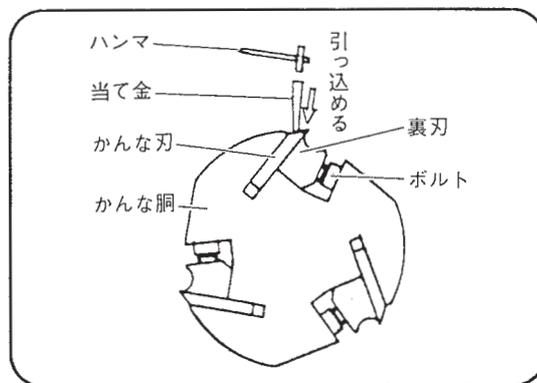

図 29
(4) かな刃締付け用の 8 本のボルトを付属の両口スパナ (10mm) で約 1/2~1/3 回転 (かな刃が飛び出さない程度) ゆるめます。次に、2 本の試し削り用木材の高さの差がなくなるよう、かな刃の刃高を調整します。このとき、試し削り用木材が低く削れた側のかんな刃の刃高を図 29 の要領で調整します。
(5) 調整後、8 本のボルトを十分に締付けます。